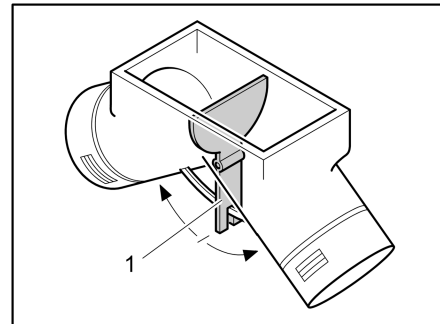

Fig. 110 Ventilador de circulación de aire, tapa de ajuste en posición central
En la posición central, el aire caliente se distribuye uniformemente sobre ambas salidas de aire caliente. La palanca de mando (Fig. 110,1) para la tapa de ajuste se ha incorporado bajo la tapa del suelo en el armario ropero.
- Accionar la palanca de mando (Fig. 110,1) en la dirección de la flecha hasta alcanzar la posición deseada.